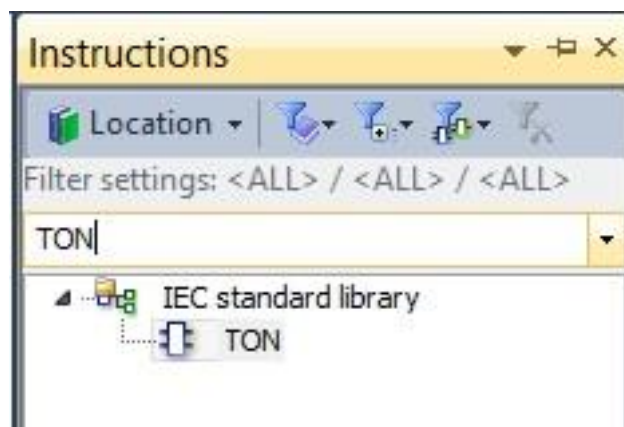

Figura 1-27 Căutare temporizator TON
3. Căutare temporizator TON la fel ca și în figura 1-27: